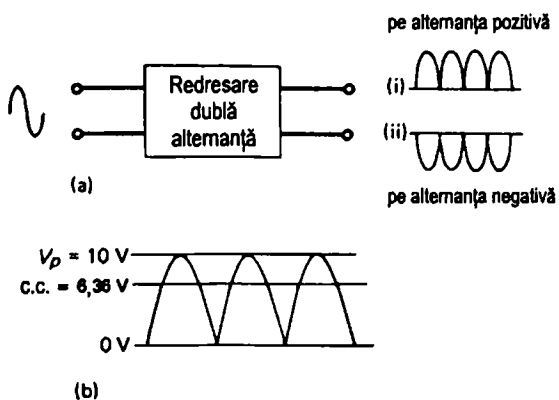

Figura 9.5 (a) Redresare dublă alternanță (b) nivelul c.c. de 0,636 din V_p
- (b) Redresare dublă alternanță, care reproduce ambele jumătăți ale ciclului, dar ambele în aceeași direcție (figura 9.5). Nivelul c.c. este acum dublu, de 0,636 (aproximativ 2/3) din valoarea de vârf.